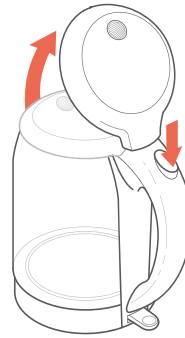

Figure 1.1
3. Appuyez sur le **bouton d'ouverture du couvercle** pour ouvrir le couvercle. [Figure 1.1]